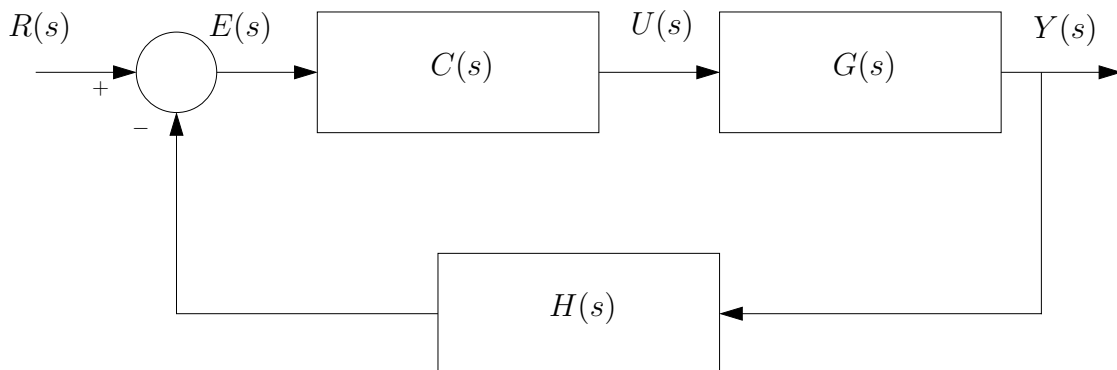

Figura 11: Diagrama de blocos de realimentação.
escolhendo funções de transferências apropriadas para  $C(s)$  e  $H(s)$  no diagrama da Figura 11.
- (b) Obtenha uma função de transferência de segunda ordem para  $Y(s)/R(s)$  com ganho estático unitário, máximo sobre-sinal de 20% e tempo de acomodação menor que 2 seg. escolhendo uma função de transferência apropriada para  $C(s)$  e considerando  $H(s) = 1$  no diagrama da Figura 11.